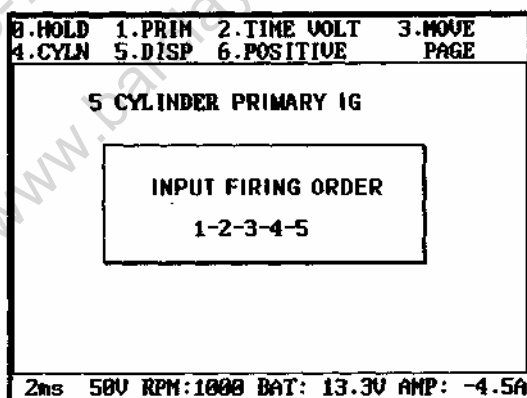

Рис. 4-15. Введение порядка зажигания для 5-цилиндрового двигателя
- При выборе [Distributor 6 (или 5) cylinder] в меню выбора типа двигателя появляется сообщение о вводе порядка зажигания (рис. 4-15). По умолчанию порядок зажигания для 6-цилиндрового двигателя – 1-2-3-4-5-6. Если порядок зажигания отличается от приведенного, необходимо ввести правильный порядок.